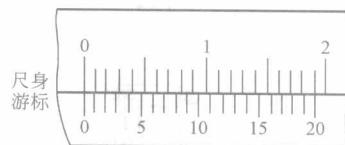

图 2-4 1/20mm 游标卡尺刻线原理
2) 1/20 (0.05)mm 游标卡尺，尺身每小格为 1mm，游标上把 19mm 分成 20 格，当两量爪合并时，游标上 20 格刚好与尺身上的 19mm 对正，如图 2-4 所示。还有一种放大的刻线方法，为了看得清楚。游标上每格为  $19\text{mm}/20 = 0.95\text{mm}$ ，尺身每格与游标每格之差为  $1\text{mm} - 0.95\text{mm} = 0.05\text{mm}$ ，这就是 1/20mm 游标卡尺的读数值。